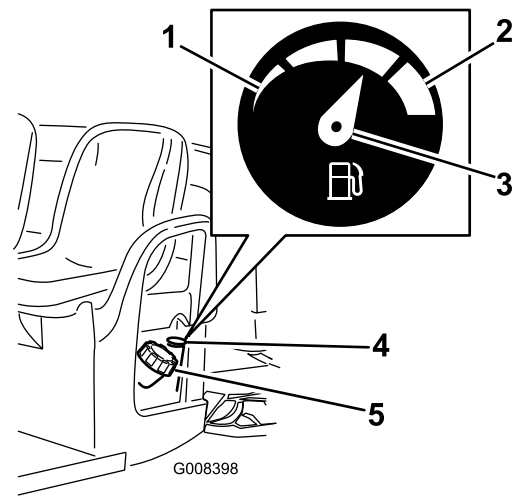

Figura 18
2. Limpie la zona alrededor del tapón del depósito de combustible (Figura 18).